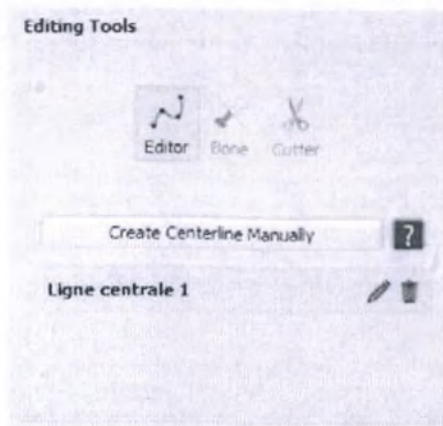

Рисунок 4: Панель создания/редактирования центральных линий.
- Центральные линии могут быть отредактированы, нажав на ручку (см. Рисунок 4) в таблице центральных линий.